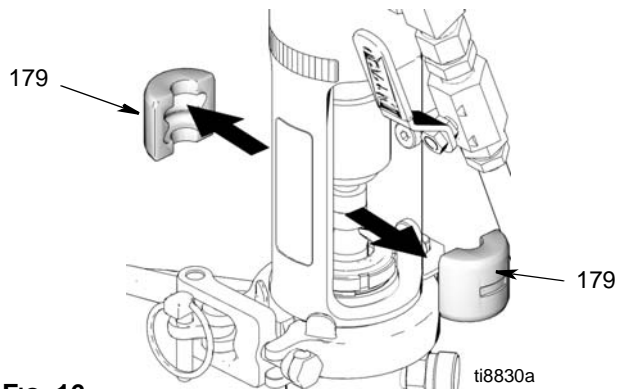

FIG. 16
6. (Fig. 16) Ta bort stångkopplingen (179).